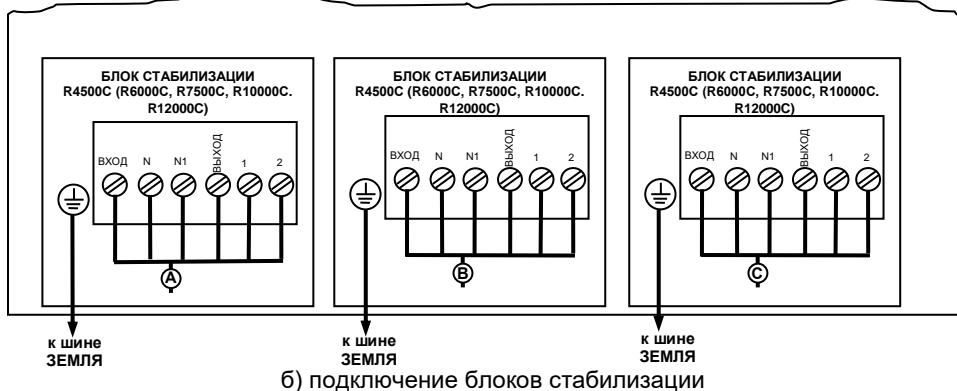

Рисунок 6.1 Схема подключения стабилизатора R13500-3C (R18000-3C, R22500-3C, R30000-3C, R36000-3C)
6.4.3 Подключите нагрузку, соединив выводы соответствующего кабеля с выводами «ABCN1 ВЫХОД» блока коммутации (см. рисунок 6.1 а);
6.4.4 Подключить блок коммутации к сети, соединив выводы соответствующего кабеля с выводами «ABCN ВХОД» (см. рисунок 6.1 а).
6.4.5 Подключите выводы кабелей на задней стенке стойки к одноименным контактам выводов ВХОД, N, N1, ВЫХОД, 1, 2 и контакту \oplus блока коммутации (см. рисунок 6.1 а).
6.4.6 Подключите блоки стабилизации, (предварительно сняв крышки, закрывающие выводы ВХОД, N, N1, ВЫХОД, «1», «2») соединив выводы кабеля, выходящего со стороны лицевой панели стойки, с выводами ВХОД, N, N1, ВЫХОД, «1», «2» и контактом \oplus соответствующего блока стабилизации (см. рисунок 6.1 б);